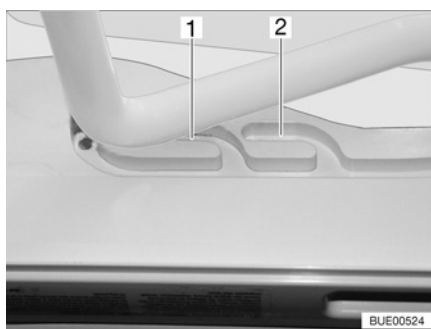
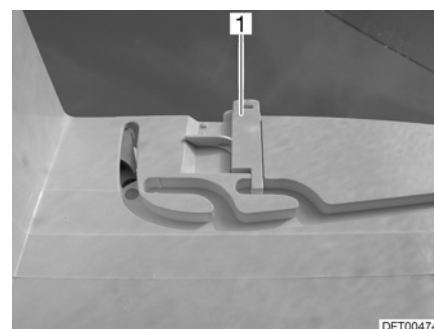

Bild 38 Heki-takluckan i ventilationsläge
Bild 39 Lås ventilationsläge
Heki-takluckan kan ställas i två ventilationslägen: Läget för dåligt väder (Bild 38,1) och mittläget (Bild 38,2). Beroende på modell kan takluckan låsas i mittläget med de båda spärrarna (Bild 39,1) till höger och vänster om ramen till takluckan.
- Tryck bygel lätt uppåt och skjut in den i det valda spåret (Bild 38,1 eller 2) och lås eventuellt.